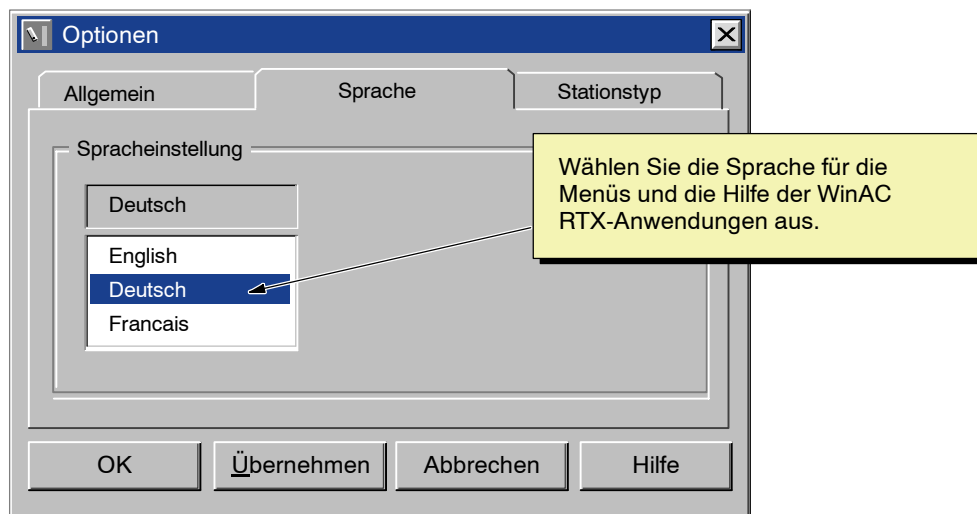

Bild 4-17 Einstellen der Sprache für das WinLC RTX Control Panel und die Hilfe
3. Wählen Sie die Sprache für die WinAC RTX-Anwendungen (Deutsch, Englisch oder Französisch) (siehe Bild 4-17).